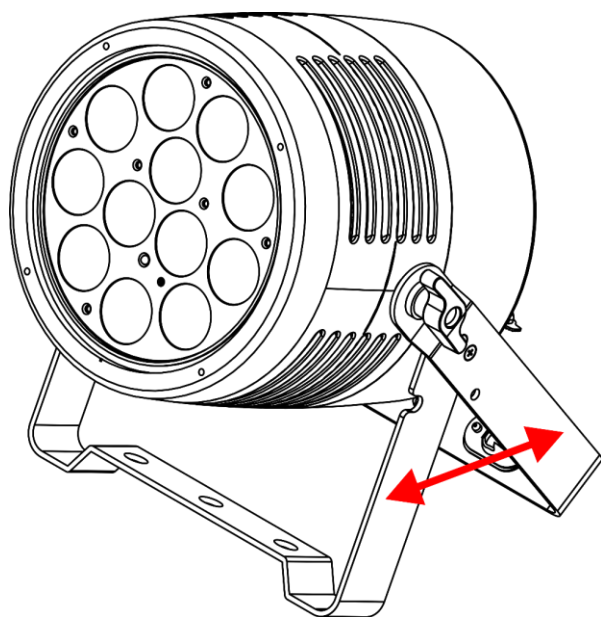

Fig. 05
El dispositivo puede colocarse sobre una superficie plana (véase la Fig. 05) o montarse en un truss u otra estructura de rigging en cualquier orientación. Asegúrese de que todas las cargas están dentro de los límites predeterminados de la estructura de soporte.
- 01) Utilice una abrazadera para montar el dispositivo en la estructura de soporte como se muestra en la Fig. 05. Asegúrese de que el dispositivo no puede moverse libremente.